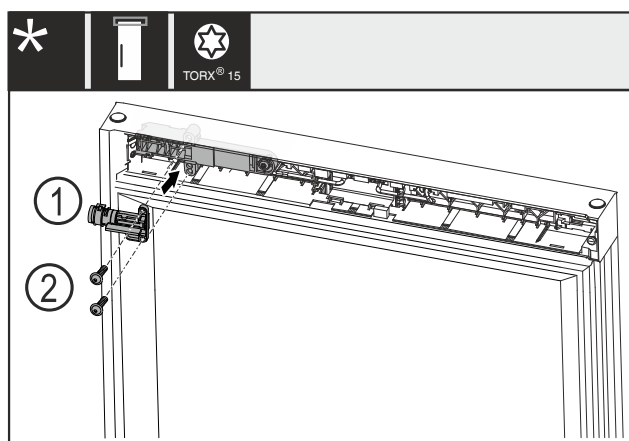

Fig. 23
- Rotulloni bravën mekanike Fig. 23 (1) me 180° dhe montojeni në anën tjetër.
- Mbërtheni bravën mekanike Fig. 23 (1) me vida Fig. 23 (2).